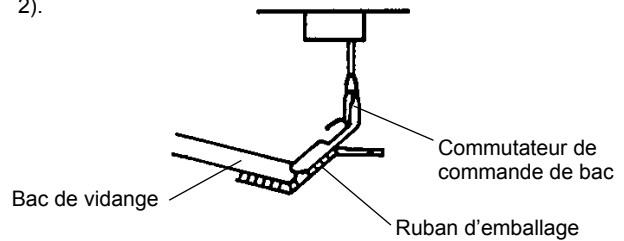

Fig. 2
- 5) Ouvrez la porte du bac de stockage pour enlever les rubans d'emballage qui maintiennent le commutateur de contrôle du bac (Fig. 2).